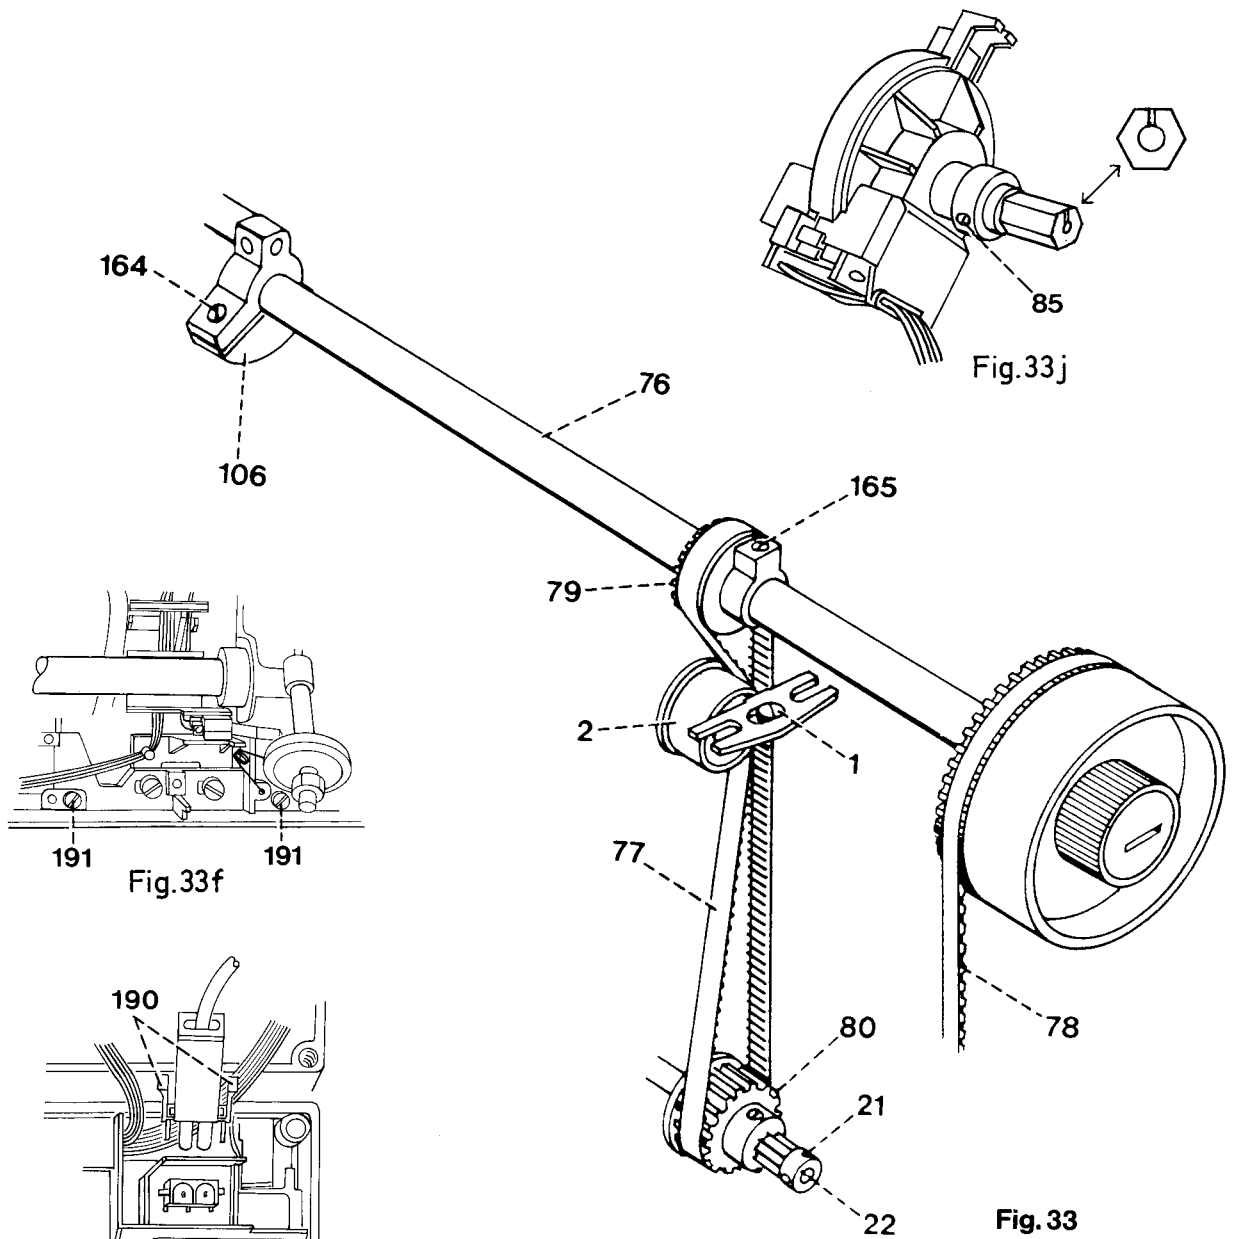

Fig. 33
Fig. 33 g
Fig. 33 h
Fig. 33 f
Fig. 33 i
- Ne desserrer la vis 164 dans la manivelle de l'arbre du bras que légèrement de façon que la manivelle de l'arbre du bras ne tourne que difficilement sur l'arbre du bras (voir fig. 33).